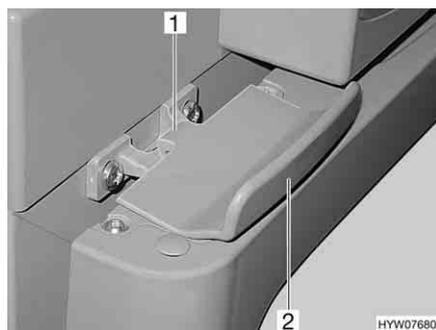

Fig. 192 Bloccaggio della porta del frigorifero, chiuso (Thetford)
- Aprire la porta del frigorifero tirando la maniglia (Fig. 192,2). Il bloccaggio (Fig. 192,1) si sblocca automaticamente.